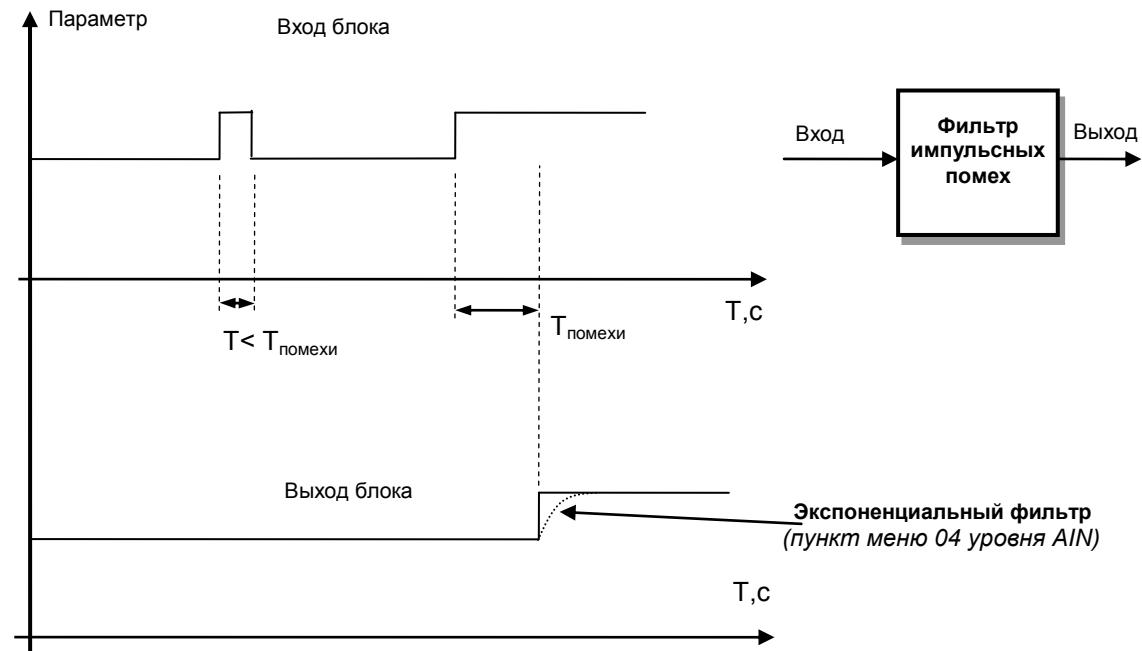

Рисунок 3.4 – Принцип работы фильтра импульсных помех и экспоненциального фильтра
1. Фильтр импульсных помех. Используется для подавления импульсных помех. Определяется параметром **AIN.05** «Максимальная длительность импульсной помехи». Если в каком либо цикле измерения технологического параметра обнаружено его изменение, то предполагается возможность действия помехи и выходной сигнал формируется (с учетом усреднения измерительных значений) по истечении установленного времени длительности помехи. То есть, если длительность изменения сигнала больше заданного  $T_{помехи}$ , то это изменение расценивается как естественное и принимается в дальнейшую обработку с задержкой времени  $T_{помехи}$  (рисунок 3.4). Работа данного фильтра вносит дополнительное транспортное запаздывание в систему регулирования, которое равно величине параметра «Максимальная длительность импульсной помехи». Поэтому всегда нужно стремиться минимизировать данный параметр.
4. Экспоненциальный фильтр (рисунок 3.4). Фильтр используется для подавления помех, а также для подавления «дребезга» индикации (частых изменений показаний регулятора из-за колебаний входного сигнала). Определяется параметром **AIN.04** «Постоянная времени цифрового фильтра».